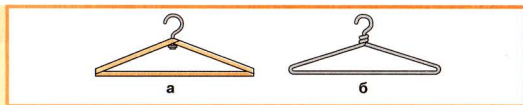

Рис. 100. Вешалки для одежды из древесины (а) и проволоки (б)
1. Внимательно рассмотрите рисунок 100, а, разработайте технологический процесс изготовления вешалки для одежды из древесины.
2. Внимательно рассмотрите рисунок 100, б, разработайте технологический процесс изготовления вешалки для одежды из проволоки.